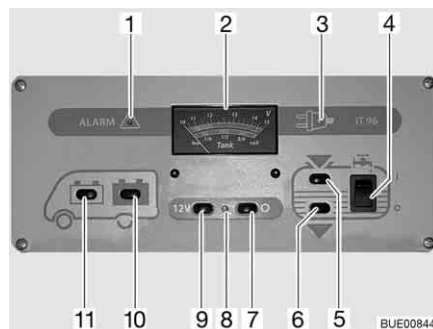

Bild 151 Panel IT 96-2
Med huvudbrytaren 12 V (Bild 151,7 och 9) kopplas panelen och bodelens 12 V-försörjning till eller från.
- Tryck på knappen (Bild 151,9) "12 V": 12 V-försörjningen för bodelen är påslagen. Kontrollampen (Bild 151,8) lyser grönt.
- Tryck på knappen (Bild 151,7) "O": 12 V-försörjningen för bodelen är avstängd. Kontrollampen (Bild 151,8) slocknar.
Med instrumentet V/tank (Bild 151,2) avläses den övre skalan. Instrumentets belysning tänds automatiskt när en knapp trycks in.
- Tryck på knappen (Bild 151,11) "": Startbatteriets spänning visas.
- Tryck på knappen (Bild 151,10) "": Bodelsbatteriets spänning visas.
På instrumentet V/tank kan vattennivån och avloppsvattennivån avläsas. På instrumentet V/tank (Bild 151,2) avläses den undre skalan. Instrumentets belysning tänds automatiskt när en knapp trycks in.
- Tryck på knappen (Bild 151,5) "": Vattenvolymen visas.
- Tryck på knappen (Bild 151,6) "": Avloppsvattenvolymen visas.
Slå på: ■ Vippkontakten (Bild 151,4) trycks in upptill "I": Vattenförsörjningen är aktiverad.
Slå från: ■ Vippkontakten (Bild 151,4) trycks in nedtill "O": Vattenförsörjningen är avstängd.
Den röda varningslampan "ALARM" (Bild 151,1) blinkar så snart spänningen i bodelsbatteri har sjunkit till under 11 V (mätning under pågående drift) och risk för djupurladdning föreligger.
Kontrollampan 12 V (Bild 151,8) lyser då huvudbrytaren 12 V (Bild 151,9) är inkopplad.
Den gula 230 V-kontrollampan (Bild 151,3) lyser när nätspanningen ligger på el-blockets ingång.